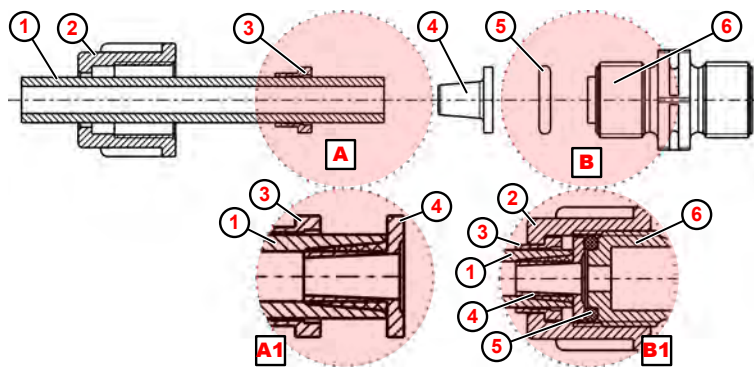

Fig. 18: Collegamento tubo rigido/tubo flessibile con la parte conica
1. ➤ Tagliare il tubo flessibile (Fig. 18 , ①) diritto.
2. ➤ Fare scorrere il dado per raccordi ② nel tubo flessibile ① .
3. ➤ Fare scorrere il componente di serraggio ③ nel tubo flessibile ① .
4. ➤ Fare scorrere il tubo flessibile ① fino al collare di arresto sulla parte conica ④ (dettaglio Ⓐ1).
5. ➤ Far scorrere il componente di serraggio ③ verso la parte conica ④ fino a sentire una certa resistenza.
6. ➤ Inserire l'O-Ring ⑤ nel dado della valvola di aspirazione/di mandata ⑥ .
7. ➤ Serrare il il dado per raccordi ② (dettaglio Ⓑ1).